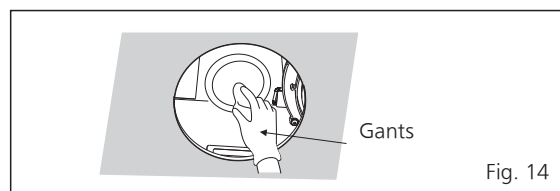

Fig. 14
5. Utilisez un tissu mouillé avec du détergent pour nettoyer le boîtier du luminaire. Essuyez avec un chiffon propre et sec. (Voir Fig. 14)